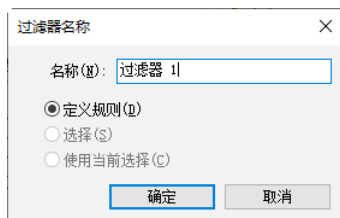

图 1-71 “过滤器名称”对话框
(2) 单击“新建”按钮，打开如图 1-71 所示的“过滤器名称”对话框，输入过滤器名称，单击“确定”按钮，创建一个新的基于规则的过滤器。